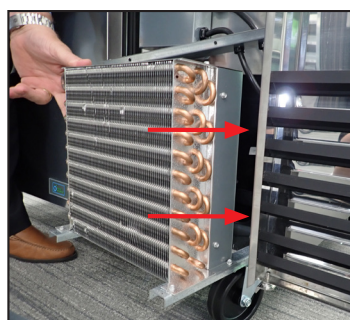

Рис. 7. Аккуратно задвинуть конденсатор на место, а также вернуть на прежнее место болты и кронштейны змеевика.
9. Аккуратно задвинуть блок компрессора на место и закрепить его болтами. См. рис. 7.